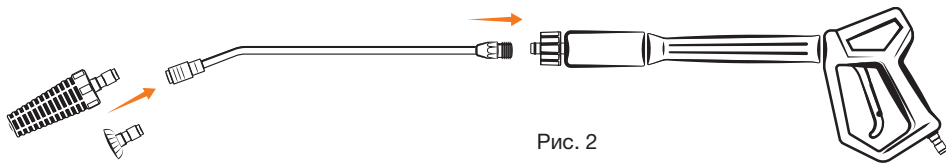

Рис. 2
2. Установите необходимую насадку на пистолет (Рис. 2).